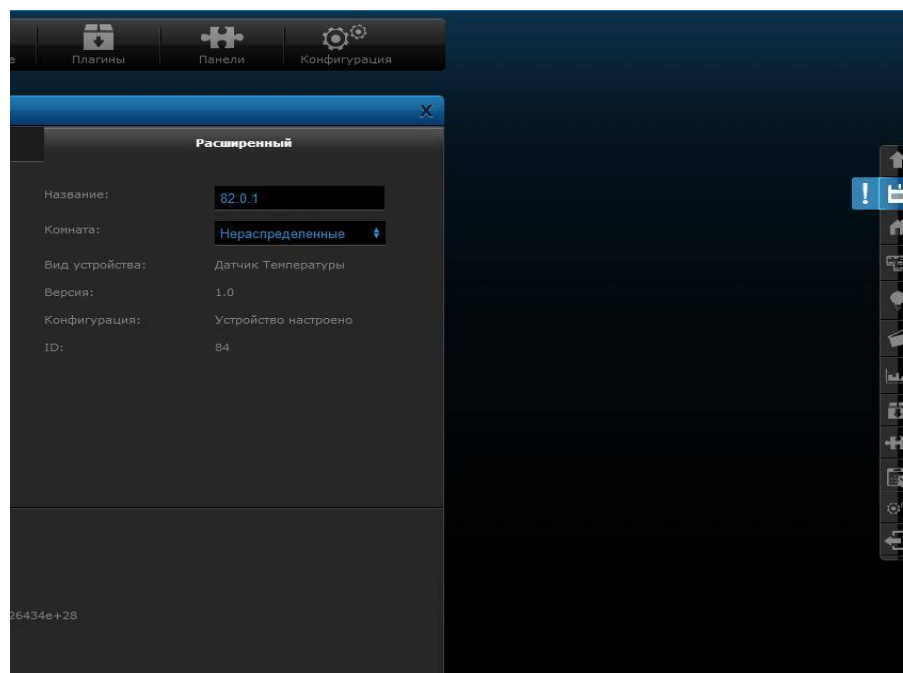

Рис. 8
7.3 После настройки каналов и параметров нужно сохранить введенные данные, кнопкой расположенной на панели управления с правого края экрана (см. рис. 8 – кнопка сохранения настроек обозначена восклицательным знаком). Также, при попытке покинуть текущую вкладку интерфейс ПО, предупредит пользователя о необходимости сохранения настроек.